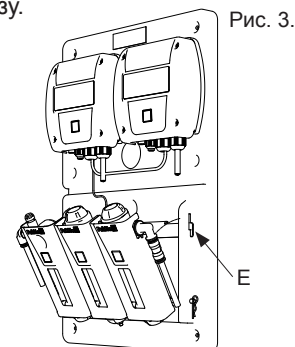

Рис. 3.
4. Отсоедините скобу (Е) и откиньте модули вперед (см. рис. 3).